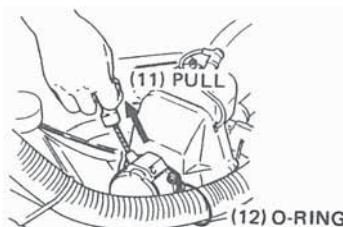

Fig. 18
- b. Pull the recoil starter upwards briskly several times or until engine attempts to start. Pull down choke lever to "RUN" position and continue to pull until engine starts. (Fig. 18)
- b. Den Handstarter mehrmals bzw. so lange hochziehen, bis der Motor anzuspringen versucht. Dann den Chokerhebel in die Laufstellung herunterziehen und weiterziehen, bis der Motor voll läuft (Abbildung 18)